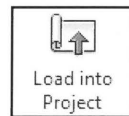

Fig. 03.55.
- Klik *Load into Project* (Fig. 03.55) (dette kræver at du har et projekt åbent i baggrunden).